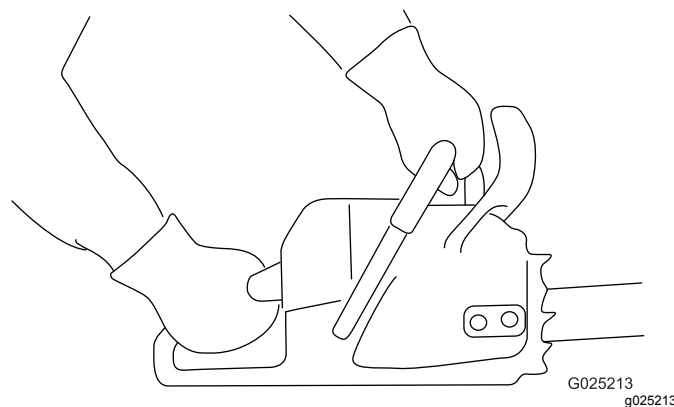

Figura 11
1. Afferrate la motosega con due mani, quella sinistra sull'impugnatura anteriore e quella destra sull'impugnatura posteriore, come illustrato in Figura 11.
1. Afferrate la motosega come illustrato in Figura 11.
- Afferrate la motosega come illustrato in Figura 11.